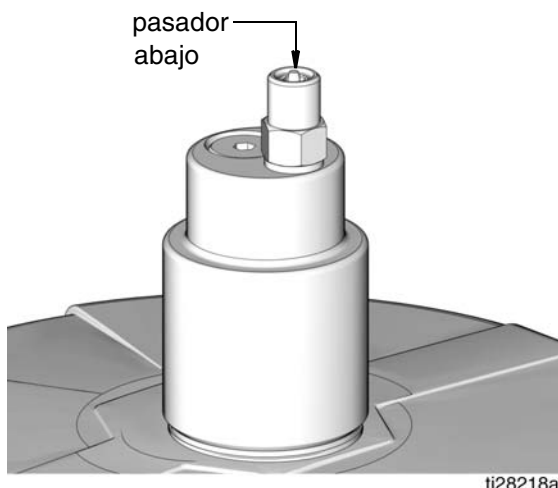

FIG. 11
1. Tire de la perilla de alivio de presión (T) y sujétela para aliviar la presión entre el colector de llenado (N) y la válvula de corte de llenado automático (B).
2. Cerciérese de que la clavija de corte de llenado automático (B) está hacia abajo; esto indica que se ha restablecido (FIG. 11).